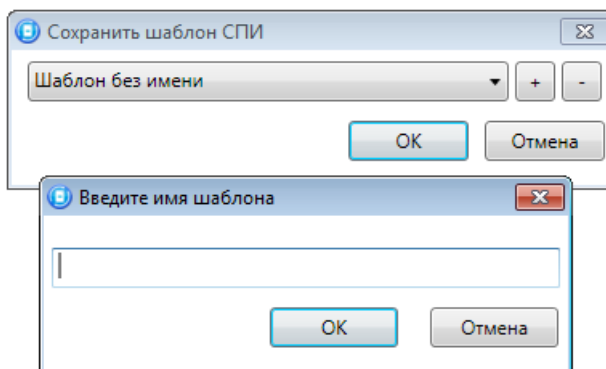

Рисунок 4.49 — Сохранение шаблона
- *Сохранить шаблон настроек:* открытие окна *Сохранить шаблон СПИ* (см. рисунок 4.49), с помощью которого может быть сохранена конфигурация ПОО контроллера в составе СПИ в качестве шаблона.